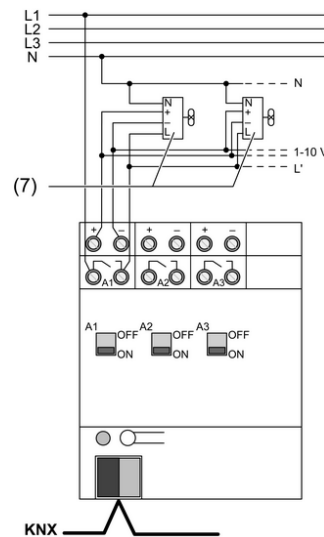

Figure 2
- Raccorder l'appareil conformément au schéma de raccordement (figure 2).